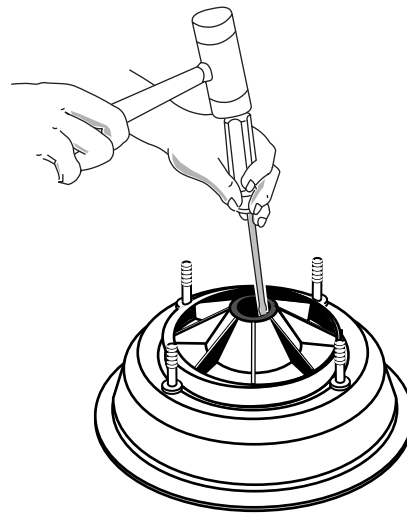

Figura 9
9. Coloque el cuerpo de la bomba boca abajo sobre una superficie plana y golpee la mitad estacionaria del sello hacia afuera (ver figura 9).